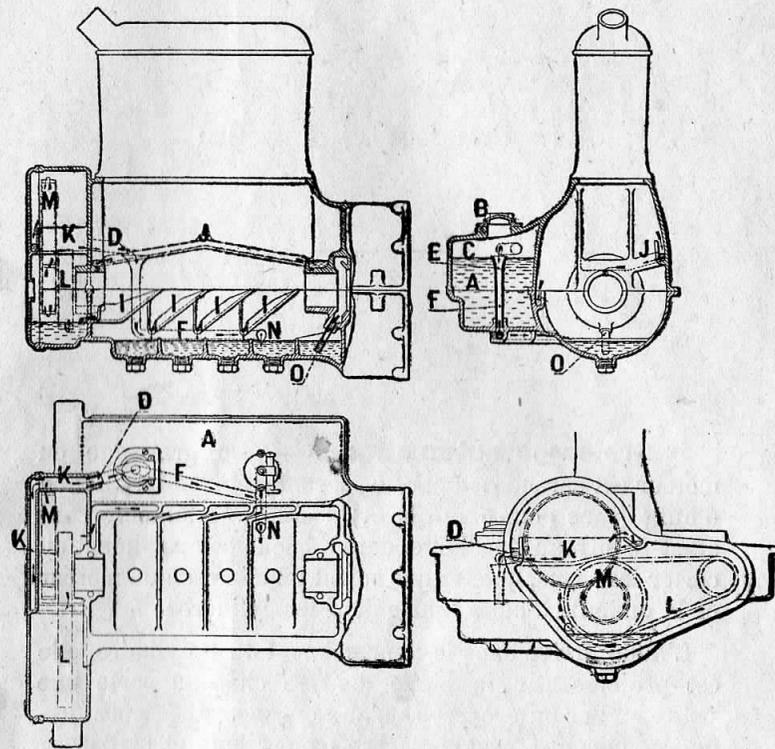

Fig. 29. — Schéma de graissage du moteur.
**Moteur.** — Renouveler l'huile tous les 1.500 à 2.000 kilomètres environ en été et un peu plus souvent en hiver ou quand on emploie de l'essence lourde. Vider l'huile usagée, par les bouchons *a* et *b* (fig. 2 et 3), pour assurer une vidange complète, la faire de préférence, le moteur encore chaud; pour évacuer moins d'huile il est bon de profiter d'un moment où le moteur n'est pas plein, puis introduire avec une seringue 1 litre environ d'huile neuve dans la cuvette, par l'orifice du reniflard arrière; verser également 6 litres environ d'huile neuve par le couvercle du réservoir B (fig. 3). Le niveau ne doit pas dépasser l'entonnoir E (fig. 29). Employer l'huile très fluide.